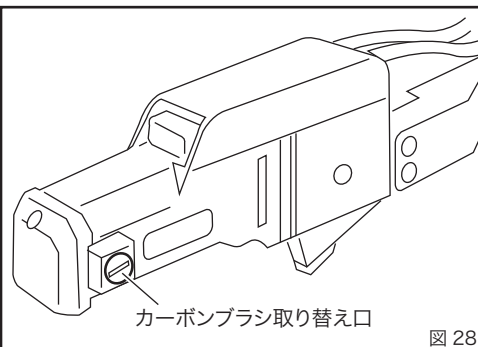

図 28
- ①カーボンブラシ取り替え口の蓋をマイナスドライバーなどで外し、中にあるカーボンブラシを交換してください。(図 28)